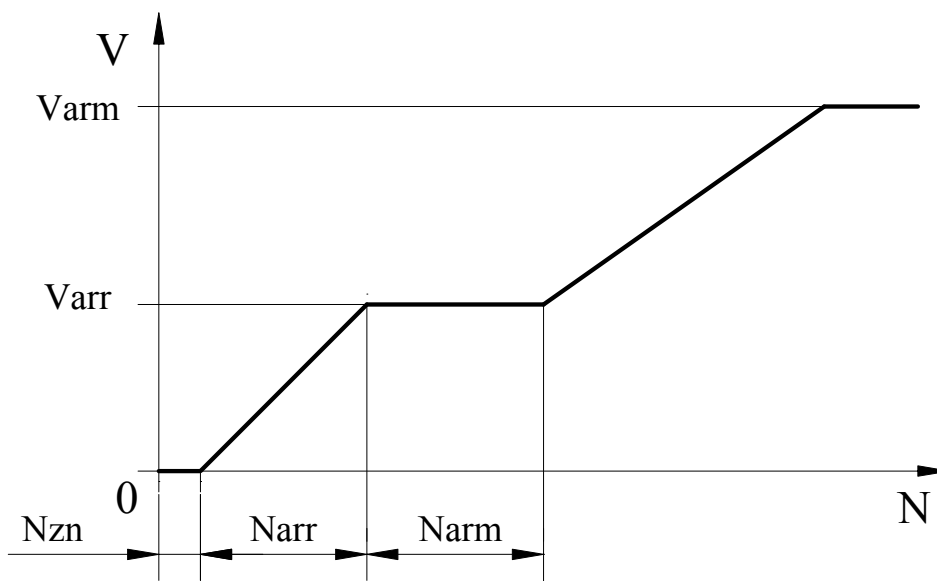

Рис.4. Скорости удержания в зависимости от модуля отклонения от точки удержания.
3.6.6.5. **Номер 4** – Varr (мм/сек) – малая скорость движения при удержании (арретировании) (**рис.4**).
3.6.6.6. **Номер 5** – Varm (мм/сек) – максимальная скорость движения при удержании (арретировании) (**рис.4**).
3.6.6.7. **Номер 6** – Narm (мм) – участок скорости движения при удержании (арретировании), где $V=Varr$ (**рис.4**).